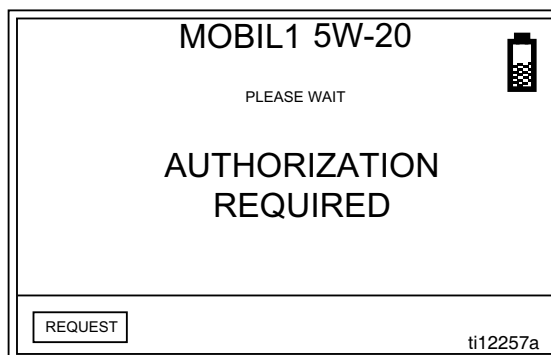

FIG. 23
2. Dopo aver inviato la richiesta, viene visualizzato il messaggio PLEASE WAIT nella parte superiore della schermata, come mostrato nella FIG. 23.